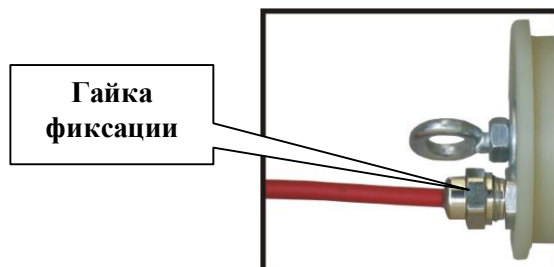

Рисунок 1.4.13. Расположение гайки оптического кабеля
3. Открутите гайку 13 фиксации оптического кабеля 12 (рисунок 1.4.13);